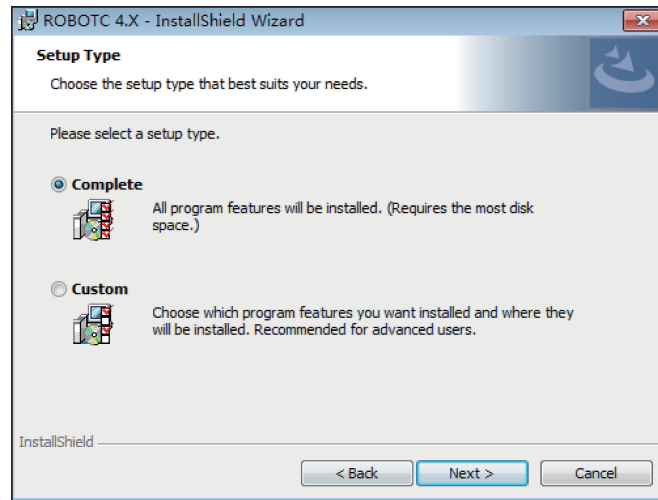

图 1-5
(5) 安装方式有两种，一种是完全安装，一种是定制安装，选择完全版“Complete”进行安装，然后单击 Next 按钮进入下一步，如图 1-5 所示。